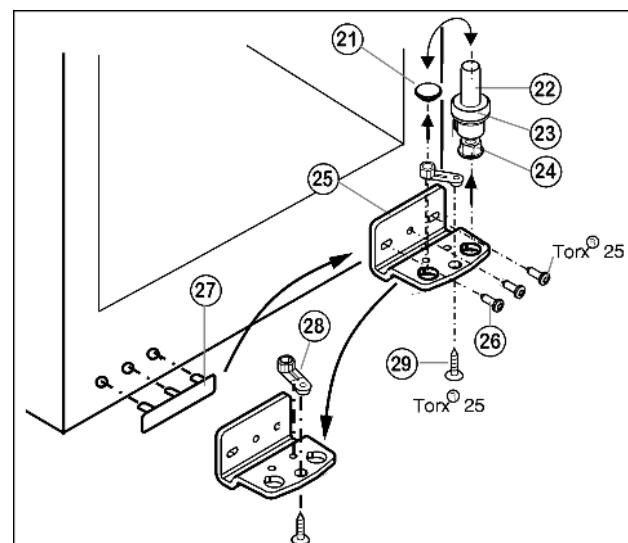

Fig. 6
- ▶ Извлеките опорный винт Fig. 6 (22) в комплекте с шайбой Fig. 6 (23) и регулируемой опорой Fig. 6 (24), вытягивая его вверх.
- ▶ Снимите пробку Fig. 6 (21).
- ▶ Открутите Fig. 6 (26) опорный кронштейн Fig. 6 (25).
- ▶ Открутите Fig. 6 (29) опорную деталь Fig. 6 (28) и, переставив в отверстие на противоположной стороне опорного кронштейна, снова прикрутите.
- ▶ Осторожно снимите и переставьте на противоположную сторону крышку со стороны ручки Fig. 6 (27).
- ▶ Снова прикрутите опорный кронштейн Fig. 6 (25) на новой стороне шарнира (**с моментом 4 Нм**). При необходимости используйте аккумуляторный шуруповёрт.
- ▶ Переставьте пробку Fig. 6 (21) в свободное отверстие.
- ▶ Вновь установите опорный винт Fig. 6 (22) в комплекте с шайбой и регулируемой опорой. При этом фиксатор должен быть направлен назад.
- ▶ Установите дверцу сверху на нижний опорный палец Fig. 6 (22).
- ▶ При необходимости выровняйте дверцы через два продольных паза в нижнем опорном кронштейне Fig. 6 (25) параллельно корпусу устройства. Для этого выкрутите средний винт.